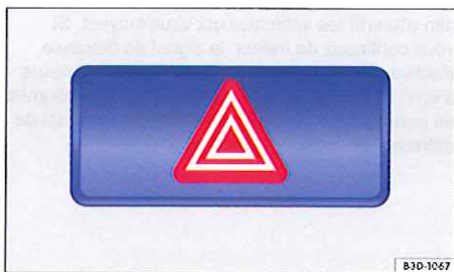

Fig. 207 Au centre du tableau de bord : touche du signal de détresse.
2. Activez le signal de détresse à l'aide de la touche  ⇒ fig. 207.